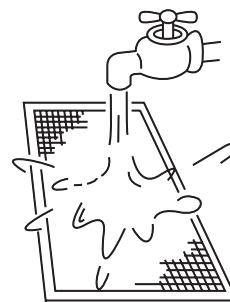

рис. 12-4
- При очистке водой фильтр должен лежать стороной притока воздуха вниз (см. рис. 12-4).